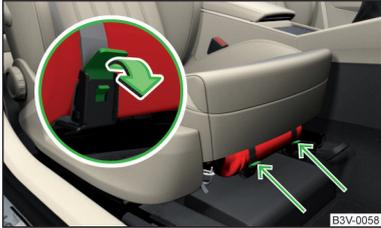

Abb. 329
- › Zum **Abnehmen** des Feuerlöschers die Sicherungen an den beiden Gurten in Pfeilrichtung lösen » Abb. 329 und den Feuerlöscher abnehmen.